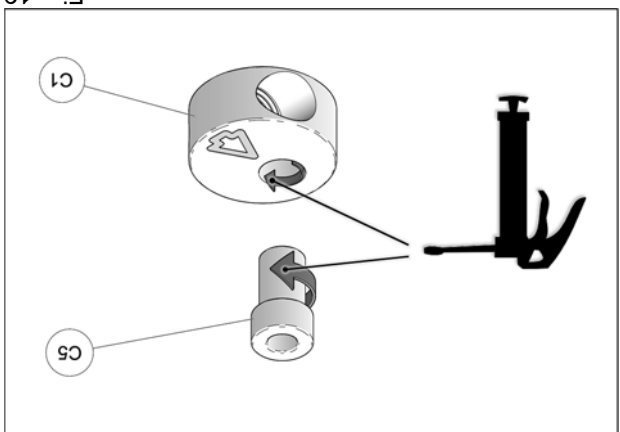

Fig. 19
11. À l'assemblage, les bagues espaces (C5) doivent être graissées. Appliquer une couche de graisse uniforme sur toute la circonférence de la bague espacoir et dans le logement du disque en aluminium (C1). Voir la Fig. 19